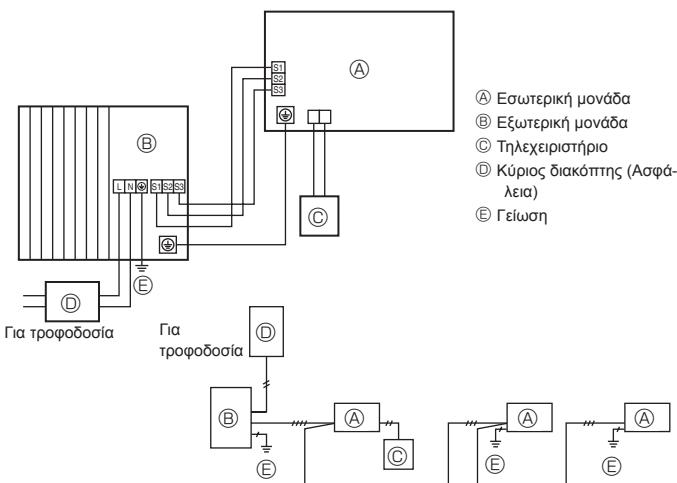
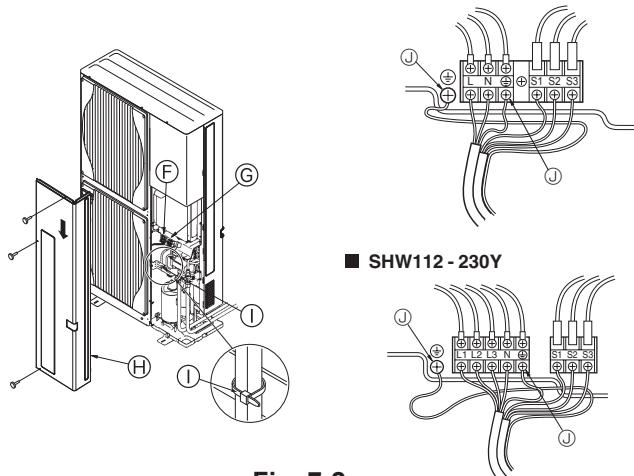

Fig. 7-1
Fig. 7-2
7.1. Εξωτερική μονάδα (Fig. 7-1, Fig. 7-2)
- ① Αφαιρέστε το πλαίσιο συντήρησης.
② Συνδέστε τα καλώδια που αναφέρονται στην Fig. 7-1 και στην Fig. 7-2.